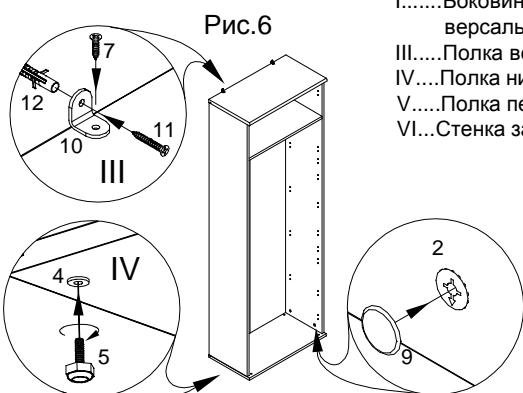

Рис.6
Вкрутить в футерки (4) регулируемые опоры (5), см.рис.6. Установить стеллаж вертикально.
Отрегулировать устойчивость стеллажа при помощи регулируемых опор (5), см.рис.6.
Для надежности эксплуатации стеллажа, рекомендуется фиксирование стеллажа к стене при помощи саморезов (7, 12), уголка (11) и дюбеля (13), см.рис.6.
Закрыть стяжки-эксцентрики (2) декоративными заглушками (9) см.рис.6.